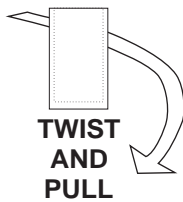

fig. 1
- Retirer le capuchon de protection en le tournant et le tirant (voir fig. 1).